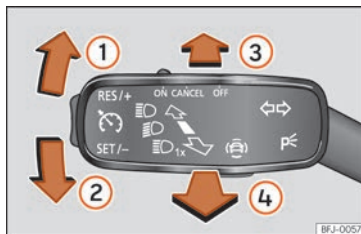

Abb. 94 Blinker- und Fernlichthebel.
- Drücken Sie den Blinker- und Fernlichthebel aus der Ausgangsstellung nach vorne  **Abb. 94** . Wenn die Kontrollleuchte  am Bildschirm des Kombi-Instruments aufleuchtet, ist der Fernlichtassistent eingeschaltet.
- **ODER:** Ziehen Sie bei eingeschaltetem Fernlicht den Blinker- und Fernlichthebel nach hinten »» **Abb. 94** .